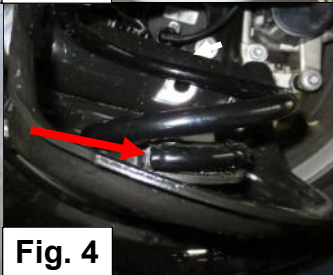

Fig. 4
5. Setzen Sie die Federhalterungen zusammen mit die Hauptfeder. Bitte beachten Sie die Position der Federende an der Unterseite. Siehe Abbildung 4.